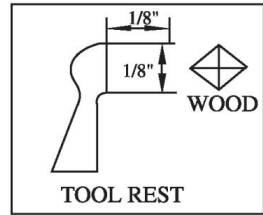

Figure 3
9. Stellen Sie die Werkzeugauflage etwa 1/8 Zoll von den Ecken des Holzes und 1/8 Zoll über der Mittellinie ein. Verriegeln Sie die Werkzeugauflegebasis und die Werkzeugauflage (siehe Abbildung 3).